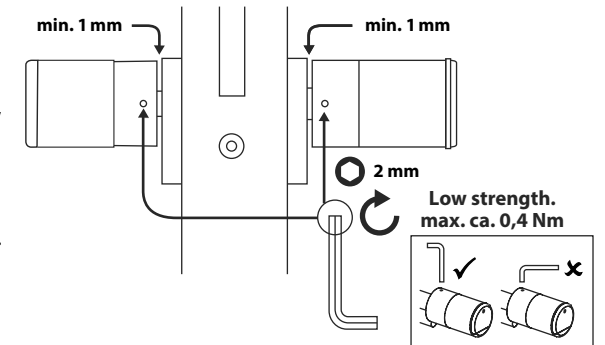

Abb. 10
⑦ Schrauben Sie die Madenschrauben wieder in die beiden Knäufe (Abb. 10).